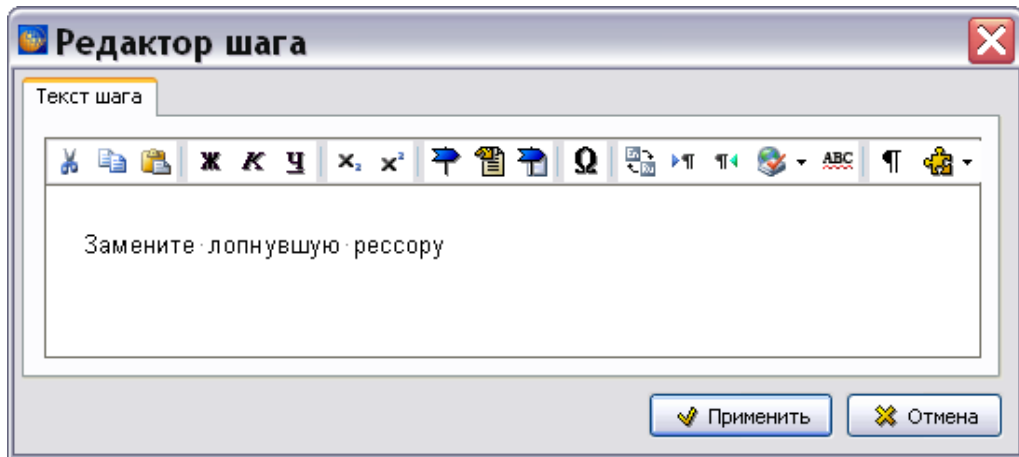

Рисунок 875
10) Для ответа «Нет» на вопрос 2 шага нужно добавить завершающий шаг (3 шаг). Для добавления завершающего шага выделите связь второго шага, к которой нужно добавить завершающий шаг, и нажмите на кнопку **Создать завершающий шаг** . Введите текст шага в окне **Редактор шага** (рисунок 875).